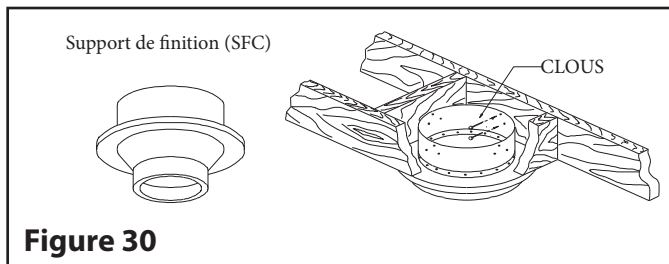

Figure 30
Étape 3 : Par en dessous, poussez le support de finition (SFC) dans l'ouverture percée au préalable. Clouez le support au boîtier encadré à l'aide de (12) clous torsadés de 3 po ou vis #8 x 1 1/2" (voir Figure 30).